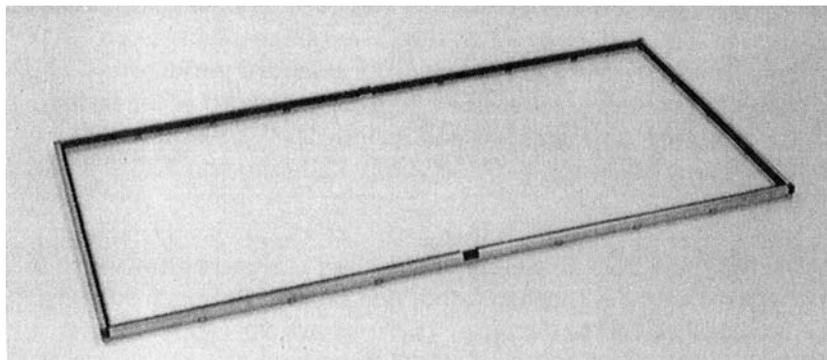

Bild 7. Zusammengebauter 610 mm × 1220 mm Rahmen
1. Bauen Sie den 610 mm × 1220 mm Rahmen so zusammen, wie in Bild 7 dargestellt. Sie benötigen dazu sechs 610 mm Aluminiumrahmen, vier rechtwinklige und zwei gerade Rahmenverbindungen. Bitte achten Sie darauf, daß die Klettoberflächen des Rahmens sich im Innenraum (in Richtung Zentrum der Konstruktion) befinden.